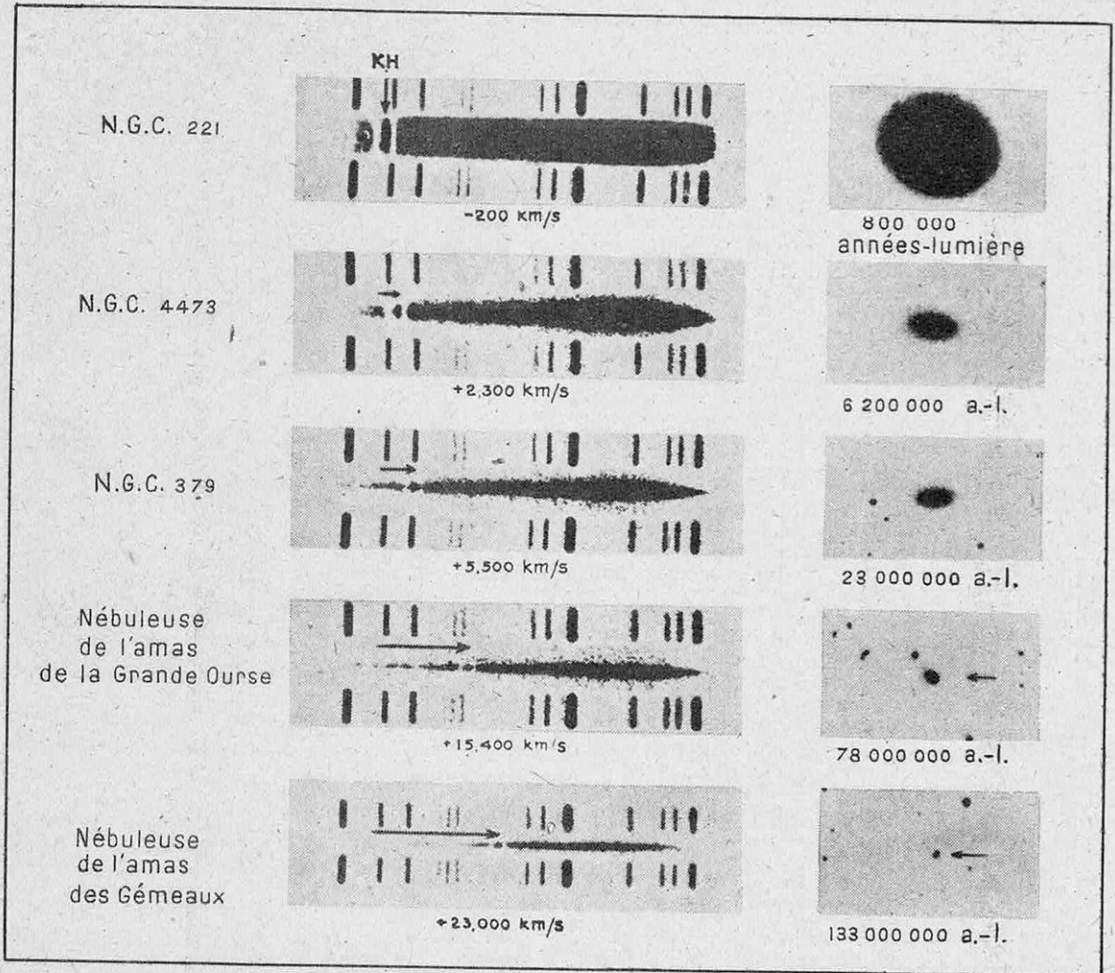

FIG. 4. — SPECTRES COMPARÉS DE NÉBULEUSES MONTRANT QUE LE DÉPLACEMENT DU SPECTRE VERS LE ROUGE EST D'AUTANT PLUS ACCUSÉ QUE LA NÉBULEUSE EST PLUS LOINTAINE
Fig. 4. — Quatre poches de coulée reçoivent l'acier en fusion de quatre fours Martin et viennent successivement le déverser dans les jets du moule : 270 t d'acier fondu en un peu plus de quatre minutes.
On peut déterminer l'échelle cosmique du temps par l'observation des nébuleuses extragalactiques (1). Rappelons que ces objets sont d'énormes amas d'étoiles et de poussière cosmique, qui ont souvent un diamètre d'un milliard d'années-lumière. On a pu évaluer leurs distances, qui atteignent, pour les plus lointaines observables, un demi-milliard d'années-lumière. La lumière de ces nébuleuses est celle des millions d'étoiles qui la composent et leurs spectres n'auraient rien de particulier s'il ne montraient un effet surprenant : un déplacement des raies vers le rouge (fig. 4), qui est d'autant plus important que la nébuleuse est plus lointaine. Ce déplacement est le même que s'il était dû à une vitesse très rapide d'éloignement (effet Doppler). L'analyse des spectres montre que la vitesse d'éloignement d'une nébuleuse est proportionnelle à sa distance, une nébuleuse située à un million d'années-lumière ayant une vitesse de 162 km/s. (A ce mouvement de récession se superposent des mouvements distribués au hasard, mais leurs vitesses sont si faibles qu'elles compensent à peine la vitesse de récession pour quelques nébuleuses voisines.) Cette propriété s'explique par la théorie de l'expansion de l'univers, qui est elle-même une conséquence de la théorie de la relativité. Bien qu'elle ait des adversaires illustres, la théorie de l'expansion de l'univers est actuellement admise par la majorité des astronomes.